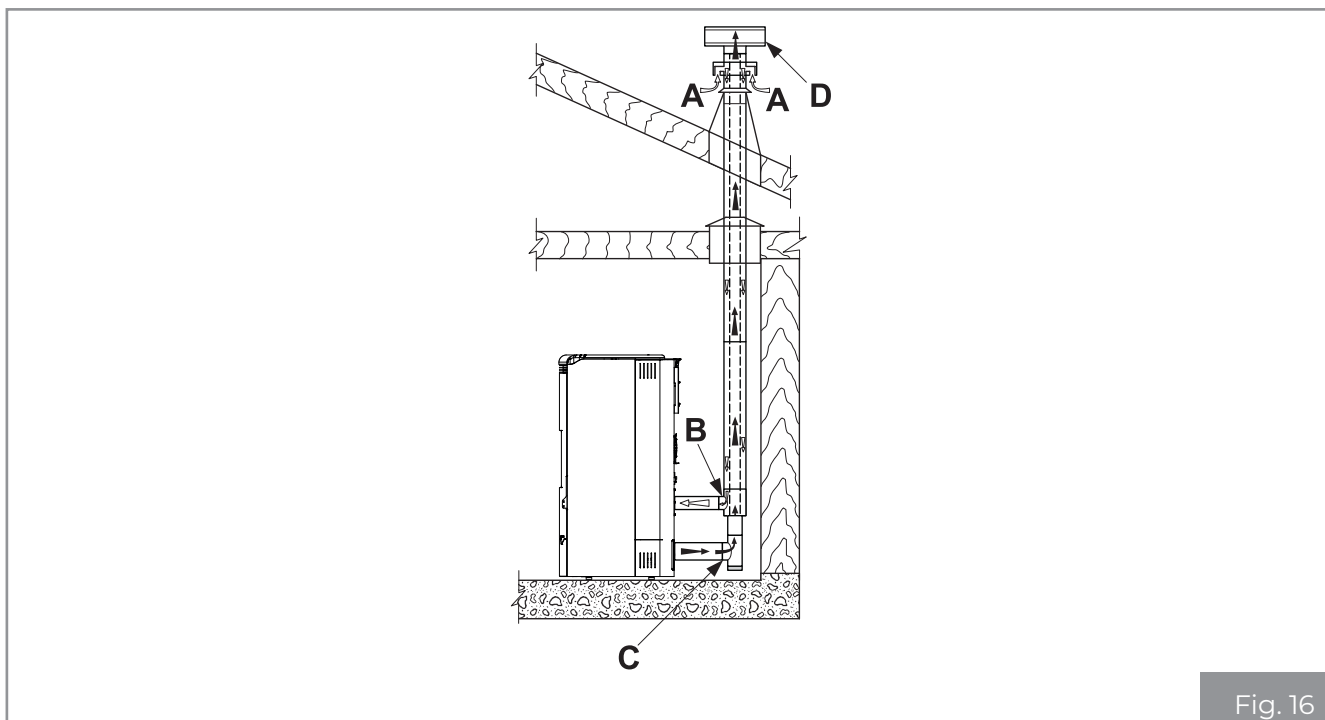
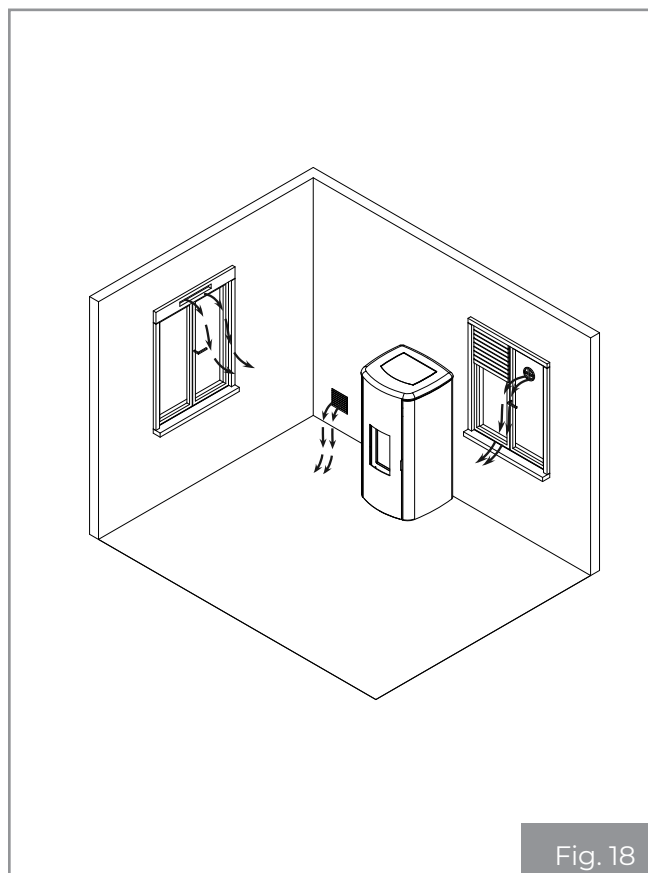

Fig. 16
Fig. 18
- provenir directamente desde el exterior con conexión directa a la cámara de combustión (**Fig. 16**) ;
- canalizar el aire comburente mediante un tubo de descarga coaxial para la expulsión de los humos y la extracción de aire (**Fig. 16 - A, B = Entrada de aire, C, D = Salida humos**); por lo tanto, no es necesario hacer una toma de aire clásica en el local.
- conectar la entrada de aire comburente del aparato a la toma de aire con un conducto adecuado (**Fig. 16**).
Realizar la toma de aire en la pared (**Fig. 16 y Fig. 18 - PA = Toma de Aire**), y dejar que el aparato esté libre de extraer aire en el ambiente teniendo cuidado de conectar en el tubo de entrada del aire el tramo de tubo corrugado, en caso de que sea suministrado, fijándolo con la abrazadera y plegándolo ligeramente hacia abajo con el fin de prevenir posibles efectos de resonancia.